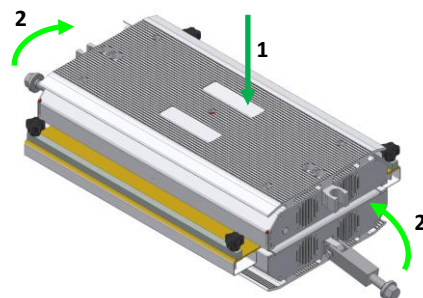

Abb. 8.4-6 - Schließen der Presse
- Legen Sie die obere Platte der Presse auf die untere Platte (Ref. 1, Abb. 8.4-6);
- Setzen Sie die Bolzen der unteren Platte in die Sitze der oberen Platte ein (Ref. 2, Abb. 8.4-6)